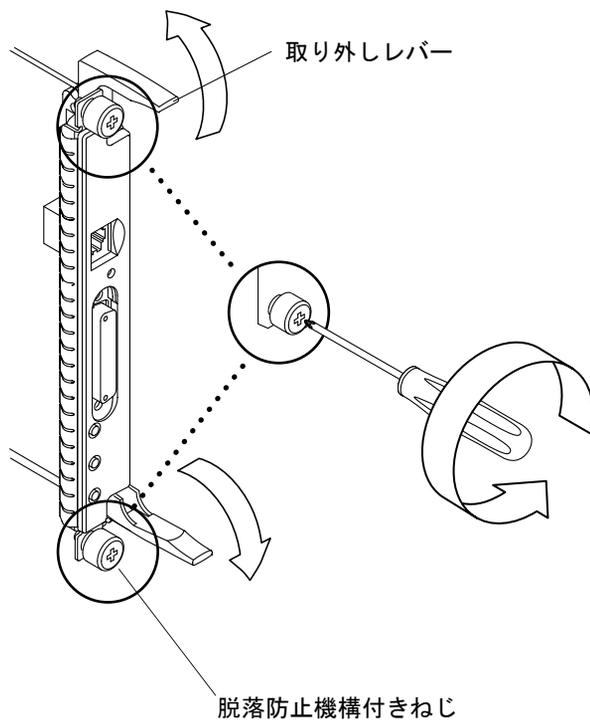

図 7-5 脱落防止機構付きねじおよび取り外しレバーの緩め方
4. プラスのねじ回し (Phillips の 2 番) で、システムコントローラボードの 2 本の脱落防止機構付きねじ (図 7-5) を緩めます。
5. ボードの取り外しレバーを外側に引き、ボードを外します (図 7-5)。